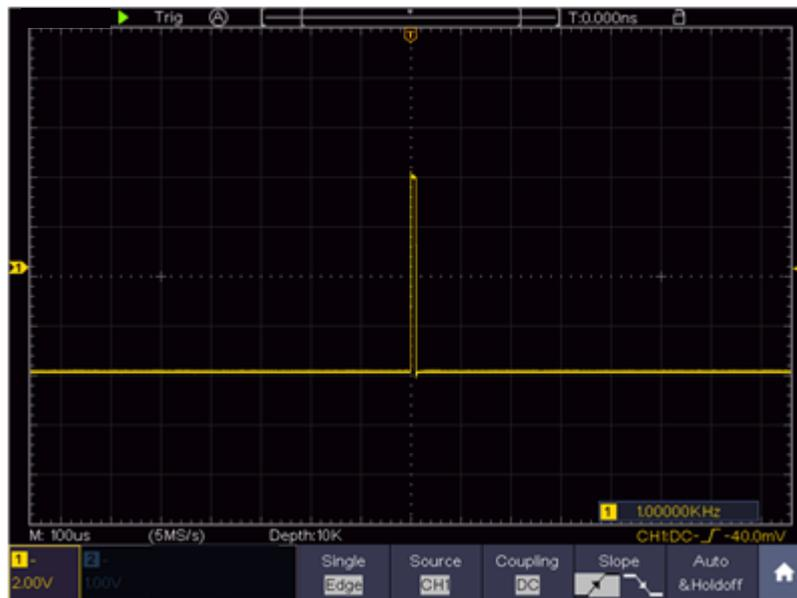

Figure 8-3 非周期信号の観測
- (3) **Home** をタップしてメニュー・パネルを開き、**Acquire** をタップしてアキュイジション・メニューを開きます。
- (4) **Acqu Mode** をタップして **Peak Detect** を選択します。
- (5) **Home** をタップしてメニュー・パネルを開き、**Trig Menu** をタップしてトリガ・メニューを開きます。
- (6) トリガ・メニューの左端のメニューをタッチして右メニューから **Single** を選択します。
- (7) 左メニューで **Edge** を選択してエッジ・トリガにします。
- (8) **Source** をタッチして **CH1** を選択します。
- (9) **Coupling** をタッチして **DC** を選択します。
- (10) **Slope** をタッチして **↑** (立ち上がり) を選択します。
- (11) **Auto&Holdoff** をタッチして **Auto** を選択し、オート・トリガ・モードにします。オート・トリガ・モードでは、トリガ条件を満たさなくても一定時間が経過すれば強制的に波形を取り込むので、波形の概要を観測することができます。
- (12) **上側ノブ** を回してトリガ・レベルを、信号のおおよそ 50% のレベルに調整します。
- (13) 画面上部のトリガ状態表示を確認し、Ready でない場合は、**Run/Stop** ボタンを押して波形取り込みを開始し、トリガが発生するのを待ちます。信号が設定されたトリガ・レベルに達すると、1 つの波形が取り込まれて画面に表示されます。この手法で、ランダムなパルスを簡単に取り込むことができます。例えば、高振幅のバースト・ノイズを見つけたい場合は、トリガ・レベルを平均信号レベルよりも高い値に設定し、**Run/Stop** ボタンを押してトリガを待ちます。ノイズが発生すると、波形を取り込みます。**HOR** ボタンが点灯している場合、**上側ノブ** を回すと、水平トリガ・ポジションを左右に調整することができ、ノイズが発生する前あるいは後の波形を簡単に観察できます(Figure 8-3)。
- (14) トリガ条件を見つけることができたなら、トリガ・モードを Normal に設定すれば、トリガ条件を満たす場合のみ波形を連続して取り込み、Single に設定すれば、トリガ条件を満たした後に 1 つの波形を取り込んで波形取り込みを停止します。